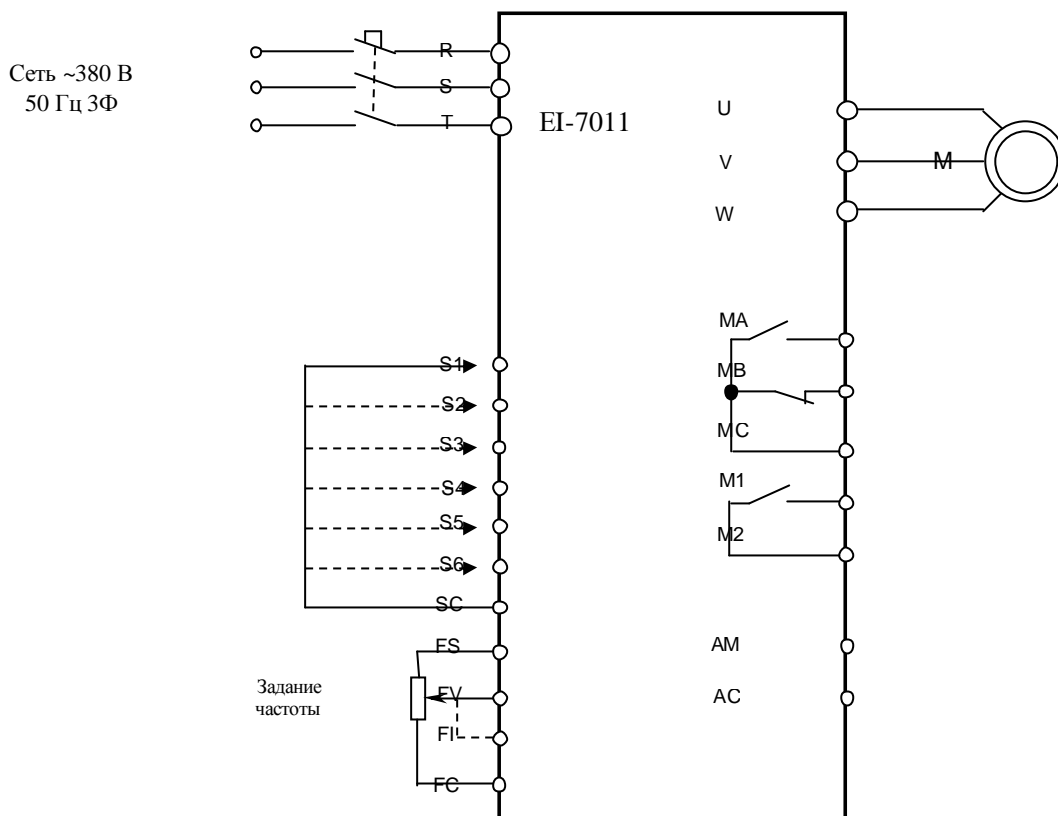

Рис. 4.19. Диагностика входных и выходных цепей управления
4.17.3. Подключить один из концов проволочной перемычки (рис. 4.19.) к клемме **SC**. Подключить электродвигатель к выходным клеммам **U**, **V**, **W**.